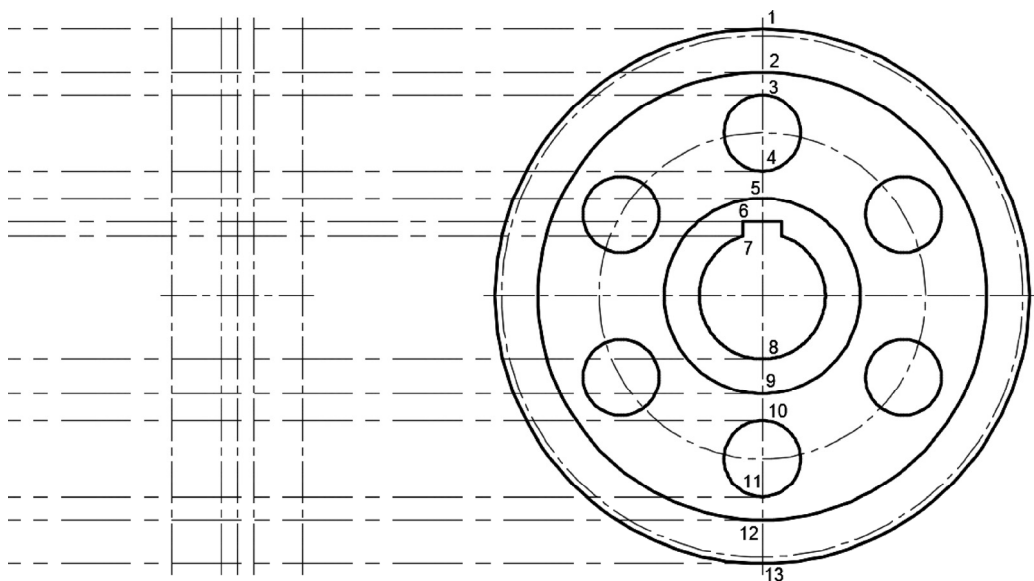

图 13-62 绘制 13 条水平射线
13) 在一个指定的新层上创建射线。在“图层”面板的“图层”下拉列表框中选择“16 层-中心线”层, 接着在“绘图”面板中单击“射线”按钮  (对应着 RAY 命令) 分别创建图 13-62 所示的 13 条水平射线, 注意这些水平射线的起点要正确。